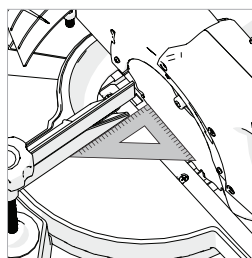

Fig. 19
- Asegúrese de que el cabezal de corte se encuentra en su posición de enclavamiento inferior con el seguro totalmente introducido en su receptáculo. **(véase la Fig. 19)**
- Coloque una escuadra de ajustador sobre la mesa con el canto de una de las ramas apoyado en la guía y el de la otra rama en el disco (evitando los dientes de carburo de tungsteno). (Fig. 19)